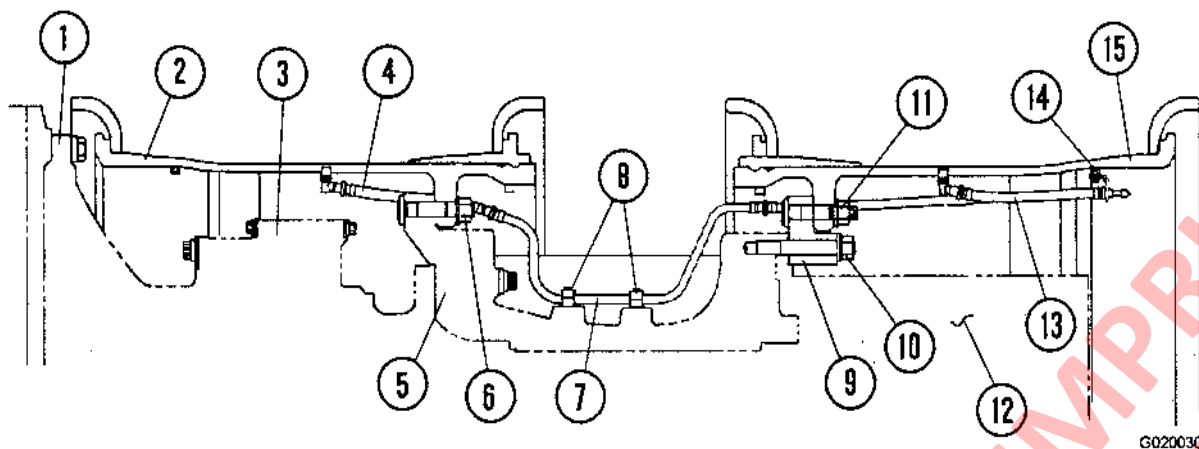

FIGURA 2-5. CONJUNTO DE LA RUEDA TRASERA.
3. Si se ha de sacar el neumático exterior, desconecte la manguera de inflado del neumático interior de la abrazadera de la manguera del neumático exterior, de la extensión interior (7, Figura 2-5).